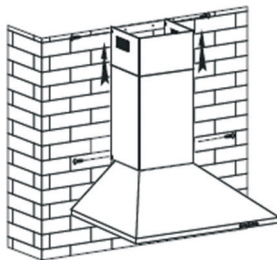

Рис. 6
8. Отрегулируйте высоту внутренней вытяжной трубы до положения внутреннего кронштейна воздуховода и закрепите его винтом. См. рис. 6.